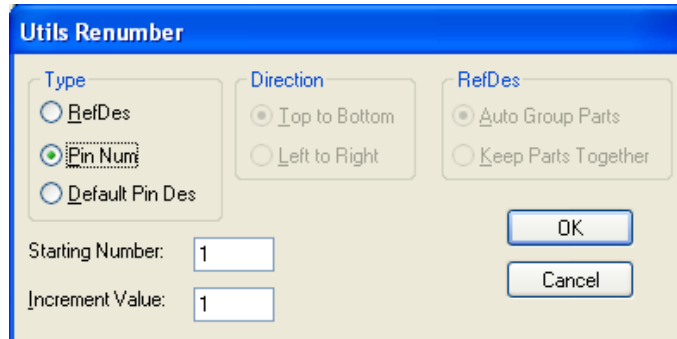

Рис. 4.28 - Диалоговое окно Pin Num (Перенумерация выводов)
- Изменить нумерацию выводов. Для этого по командам **Utils/Renumber** 123 в открывшемся одноименном окне (Рис. 4.28) задать режим **Pin Num**. Нажать **OK**. После этого последовательно в порядке возрастания начиная с 1-го вывода пометить щелчком **ЛК** все выводы.
- Полученный результат представлен на рис. 4.28.